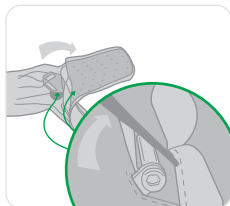

Figura 9
- Abra o zíper do painel posterior da mochila e verifique se o conector do cinturão apresenta sinais de dano, distorção, corrosão ou rachadura. Verifique se o parafuso de fixação está devidamente preso (consulte a Figura 9). Se houver algum dano evidente, não use. Remova o Latchways PRD de serviço e consulte a MSA.